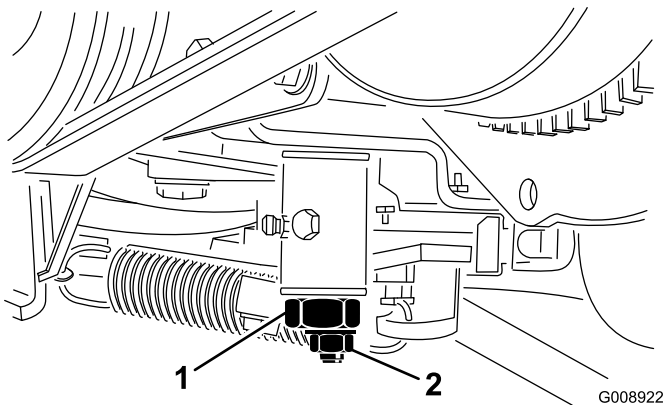

Figura 56
3. Afloje la contratuerca de la leva de ajuste de tracción (Figura 56).